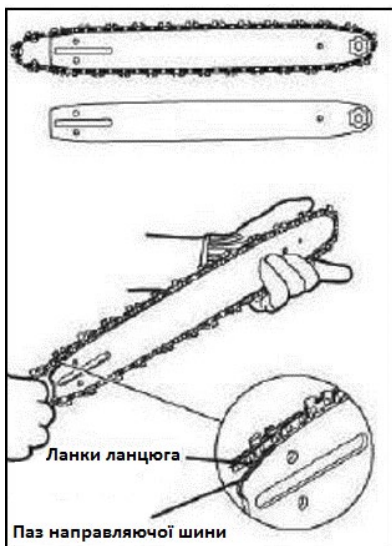
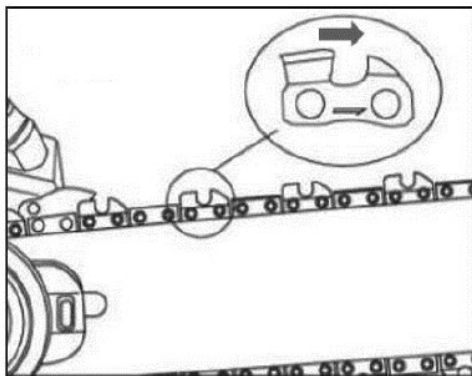

Рис.7
Рис.8
3. Встановіть пильний ланцюг у паз направляючої шини (Див. рис. 7). Ланцюг повинен бути встановлений на направляючій шині так, щоб різучі зубці були звернені в напрямку руху ланцюга (Див. рис. 8).